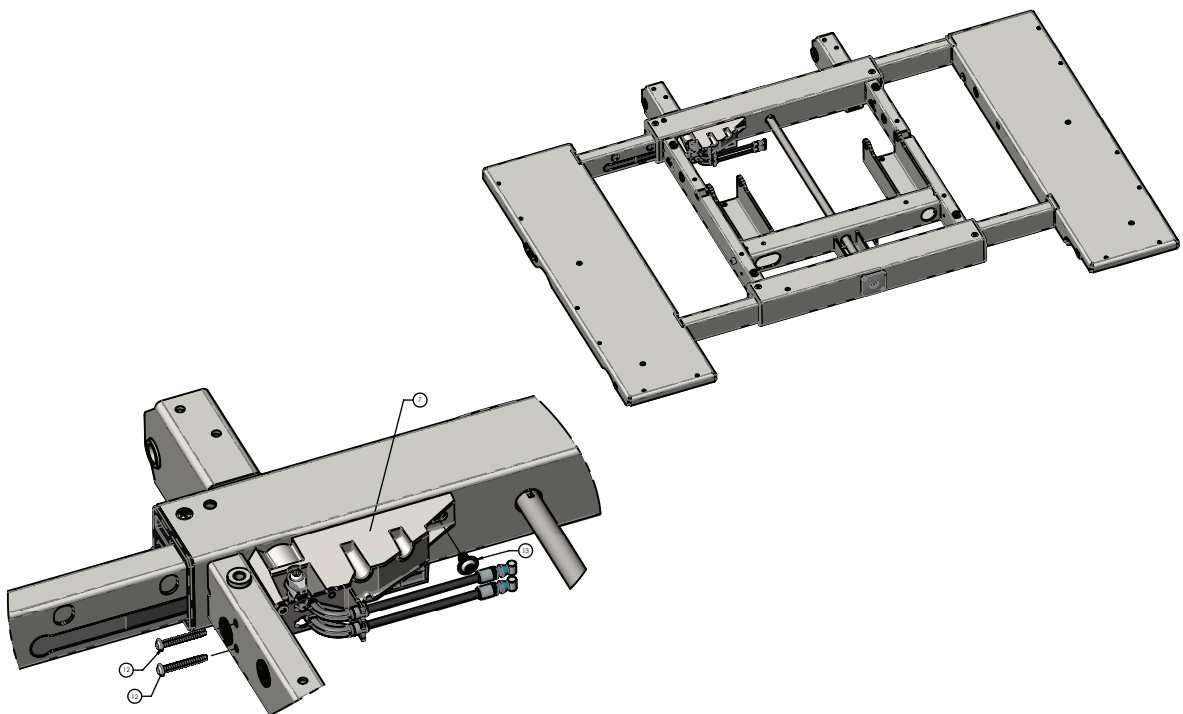

Figure 16 – Remplacement de la carte DPM, tête
10. À l'aide d'une clé Torx T25, retirer et conserver la vis (13) qui fixe l'ensemble DPM (7) au châssis du relève-buste (Figure 16).
11. À l'aide d'une clé Torx T20, retirer et conserver les deux vis (12) qui fixent l'ensemble DPM (7) au châssis du relève-buste (Figure 16).